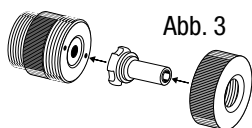

Abb. 3
Démontage et mise en place du bloc d'accumulateurs fig. 3
2. Insérer l'expandeur à usage multiple (F) avec la collerette tournée vers l'Outil à évaser dans la tête amovible (E) comme indiqué sur la figure 3. Visser le collier de serrage (G). Visser la tête sur l'Outil à évaser BST 32 PLUS, puis insérer la matrice d'évasement (H) jusqu'à la butée (fig. 4).